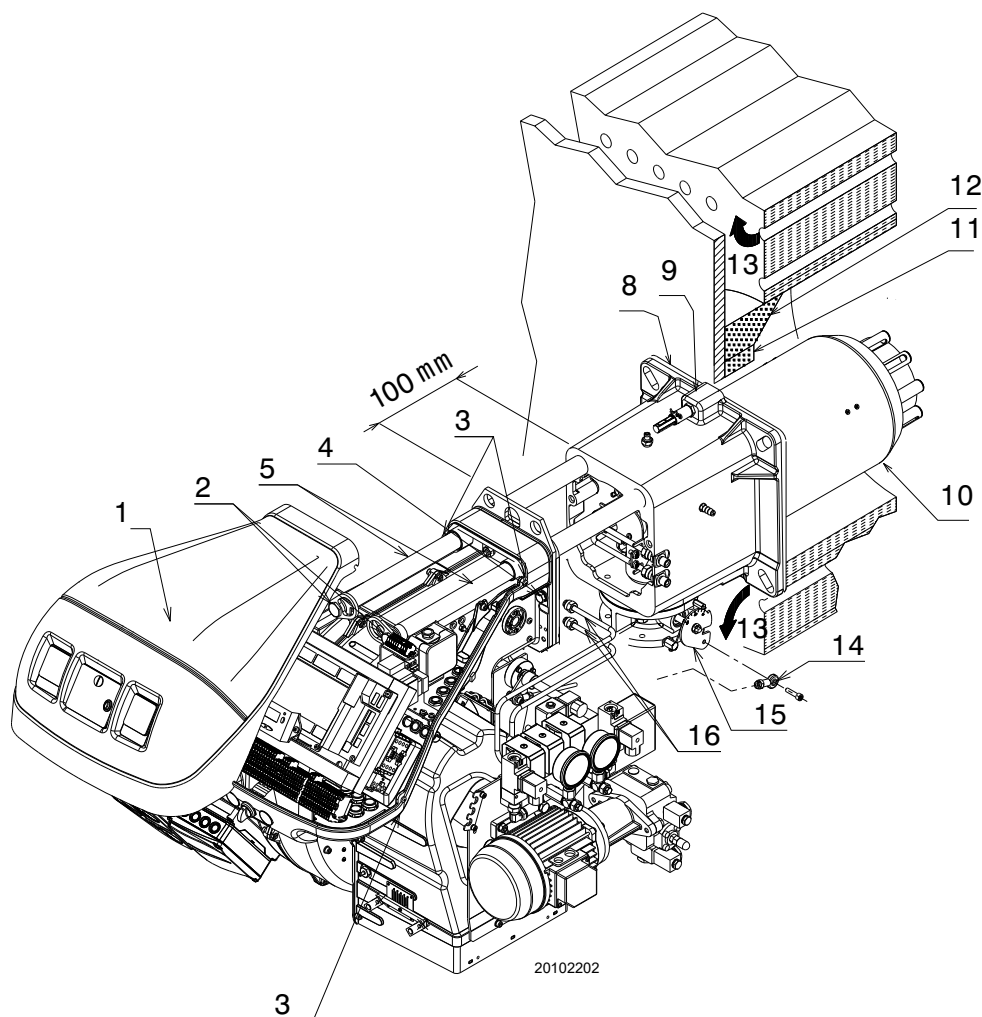

Abb. 16
Für Heizkessel mit vorderem Abgasumlauf 13)(Abb. 16) oder mit Flammenumkehrkammer muss eine Schutzschicht aus feuerfestem Material 11) zwischen feuerfestem Material des Kessels 12) und Brennerrohr 10) ausgeführt werden.
Dann den Flammkopf vom übrigen Teil des Brenners trennen (Abb. 16). Dazu ist wie folgt vorzugehen:
- montieren Sie den Brenner etwa 100 mm von der Muffe 4) wieder an den Führungen 3) - der Brenner muss sich in der in Abb. 16 gezeigten Position befinden;